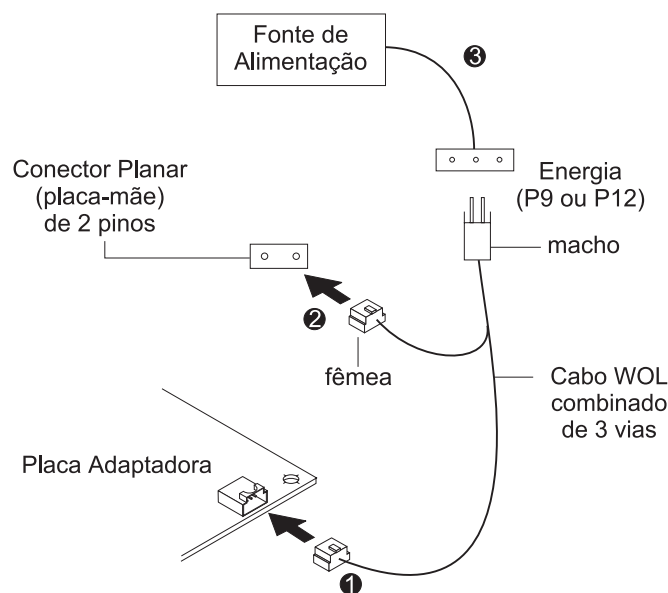

Figura 4. Conexão do Cabo Wake On LAN de 3 Vias
2. Conecte a extremidade fêmea de 3 pinos do cabo 08L2558 ao conector Wake on LAN de 3 pinos localizado na placa, conforme mostrado na Figura 4.
- Localize o conector de sinal Wake on LAN de 2 pinos no circuito impresso do computador, conforme mostrado na Figura 4 na página 5. Na extremidade macho-fêmea dividida do cabo, conecte o conector fêmea ao conector de 2 pinos localizado no circuito impresso.